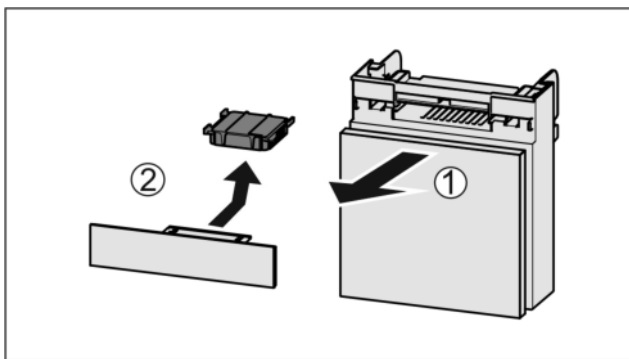

Fig. 133
- ▶ Fach nach vorne herausziehen Fig. 133 (1).
- ▶ Aktivkohlefilter entnehmen Fig. 133 (2).